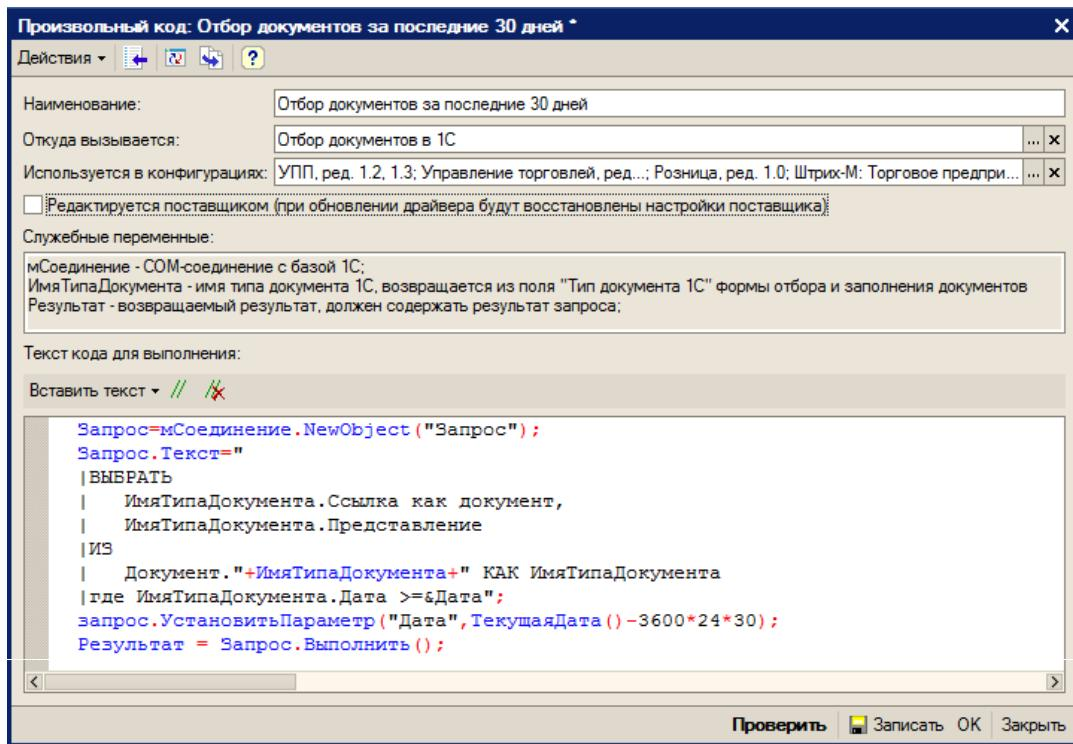

Рис.2.5. Использование произвольного кода для отбора документов
Произвольный отбор позволяет отбирать документы по какому-либо условию, заданному в виде программного кода. Произвольный отбор – элемент справочника «Произвольный код». Программный код должен быть составлен с учетом синтаксиса языка 1с и служебных переменных (поле «Служебные переменные» на рис.2.5), которые могут использоваться при написании кода.
- «**Откуда вызывается**» — откуда может вызываться произвольный код: «Заполнение табличной части документа ТСД», «Заполнение реквизитов документа ТСД», «Заполнение реквизитов документа 1С» и т.д. В нашем примере (рис.2.5) произвольный код вызывается при отборе документов (значение «Откуда вызывается» равно значению «Отбор документов в 1С»);